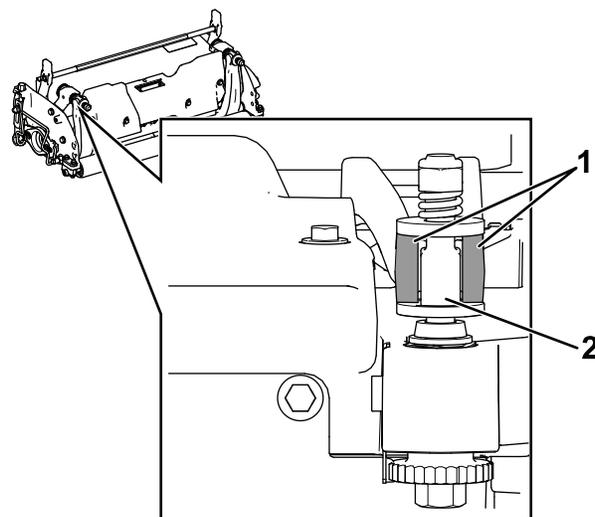

Figura 16
1. Instale a barra de apoio, posicionando as aletas de montagem entre as anilhas e o parafuso de ajuste da barra de apoio (Figura 16).
Importante: Centre os reguladores DPA nas aletas da barra de apoio conforme mostrado na Figura 16.